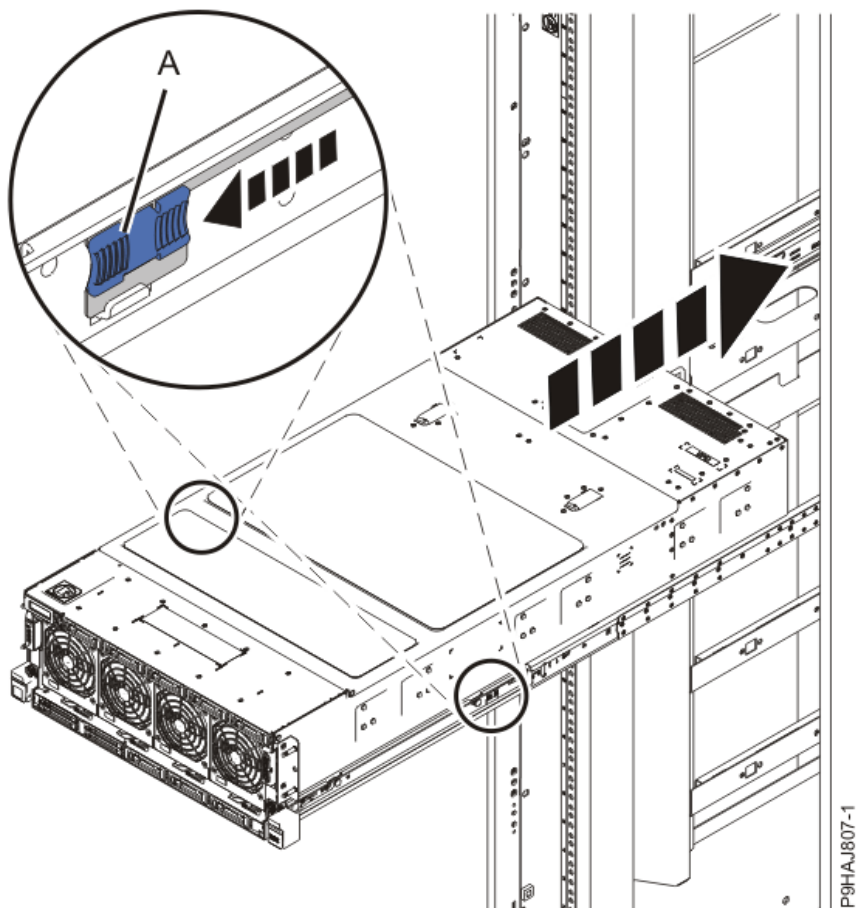

图 17 释放导轨中部的门锁，并将服务器推入机柜
1. 释放导轨中部的门锁，并将服务器推到机柜的一半，如图 17 所示。
3. 在导轨（A）中间释放门锁，并将服务器一路推到机柜中，如图 17 所示。